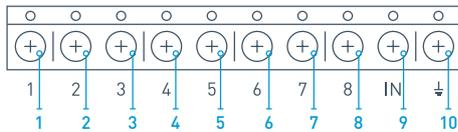

РИС. 17. Основные выходы и вход IN приемника
6.2. При помощи обычных проводов выходы приемника (РИС. 17, 18) соединяются с входами централи сигнализации. Таким образом выходы приемника становятся аналогом обычных проводных датчиков для входов централи. При сработке беспроводного датчика, он отправляет сигнал на приемник осVridge, который обрабатывает его и размыкает (по умолчанию, также выход может быть настроен на замыкание) соответствующий датчику проводной выход. Централь сигнализации воспринимает размыкание выхода как размыкание шлейфа датчика и выдает тревогу. Если указано, что зона централи должна иметь сопротивление между выходом приемника и зоной централи, следует последовательно включить резистор с номиналом, соответствующим инструкции к централи. **При подключении проводов соблюдайте полярность!**
6.3. Выходы с номерами 1–8 (РИС. 17) соответствуют 8 условным основным охранным зонам.